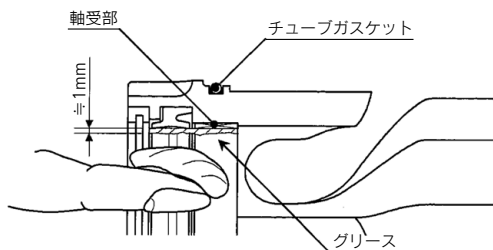

図7
- ① ロッドパッキンおよびチューブガスケットの装着 (図7)